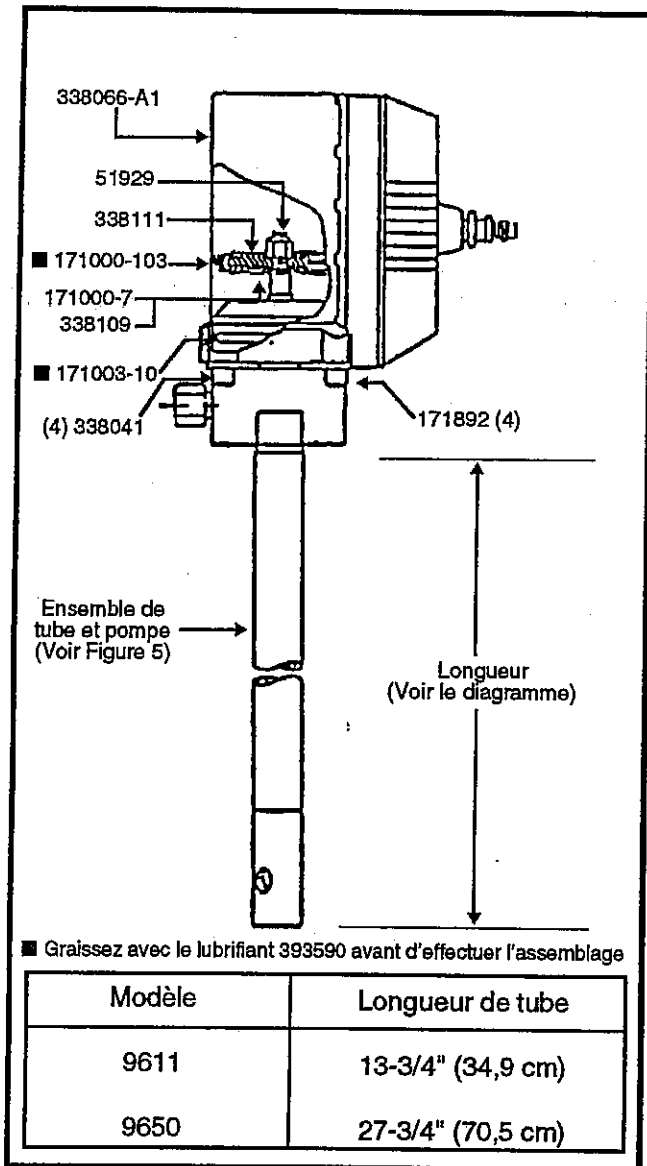

Figure 2 : Pompes à graisse haute pression
#### MODELES 9611 et 9650: (Figure 2)
2. Enlevez quatre (4) vis 171892 et quatre (4) clavettes 338041 de la bague de fixation raccordant l'ensemble de moteur pneumatique 338066-A1 au boîtier de pompe 338915 (Figure 2).